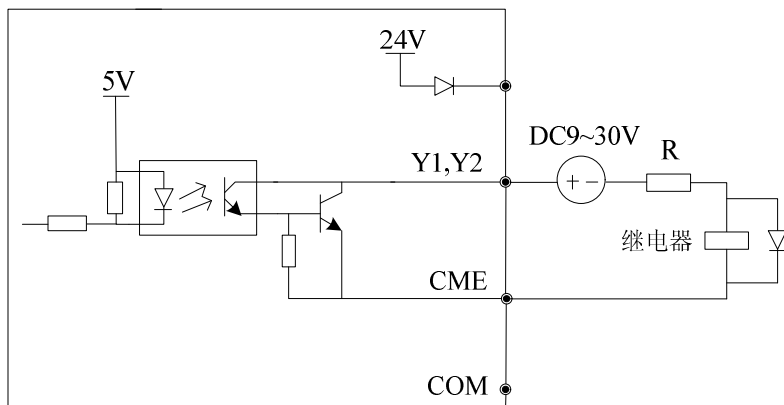

图 2-31 多功能输出端子接线方式2(仅37R5PB~3400P)
6) 多功能输出端子Y1、Y2也可使用外部电源，9~30V，接线方式请参见图2-31